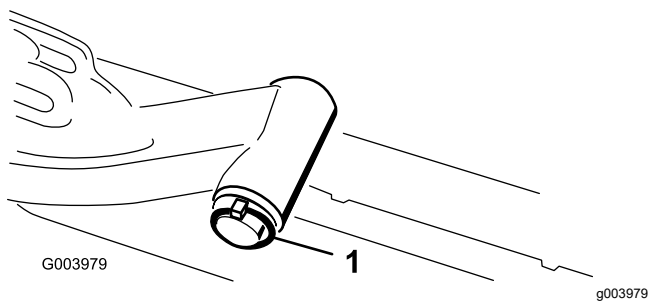

Figura 11
- A. Retire o pino de sujeição e a anilha que prende o veio da articulação do braço de elevação ao braço de elevação e faça deslizar o veio de articulação para fora do braço de elevação (Figura 11).
C. Insira o veio do braço de elevação no braço de elevação e prenda-o com a anilha e o pino de sujeição (Figura 11).